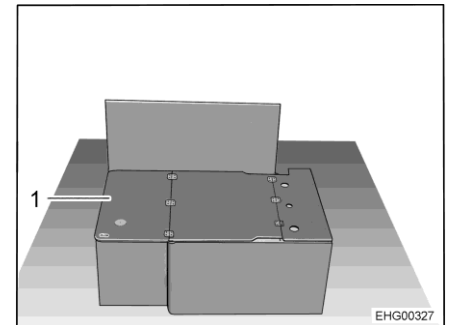

Bild 20 Längssitzbank ohne Polster
- Auflagebrett (Bild 20,1) um 180° umklappen und auf Sitztruhendeckel legen.